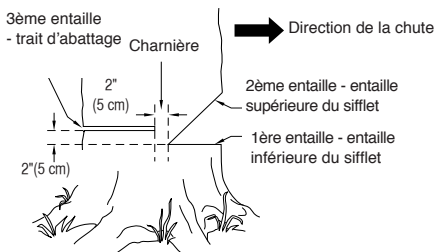

Figure 10 - Abattage d'un arbre
1. Faire l'entaille inférieure aussi près du sol que possible. Tenir la tronçonneuse de manière à ce que la guide-chaîne soit horizontale. Tailler sur 1/3 du diamètre du tronc d'arbre. (voir la Figure 10.)
Exemple : Si l'entaille inférieure a 20 cm (8 po) de profondeur, commencer l'entaille supérieure à 20 cm au-dessus de cette dernière. Scier vers le bas à un angle de 45°. L'entaille supérieure doit rencontrer l'extrémité de l'entaille inférieure. (voir la Figure 10.)
1. De l'autre côté de l'arbre, faire le trait d'abattage à 5 cm (2 po) au-dessus de l'entaille inférieure du sifflet. (voir la Figure 10.) Faire le trait parallèle à l'entaille inférieure.
⚠ AVERTISSEMENT : Ne pas scier l'arbre complètement. Laisser environ 5 cm (2 po) de bois non scié directement derrière le sifflet d'abattage. (voir la Figure 10.) Cette partie non sciée sert de charnière. La charnière empêche l'arbre de se tordre et de tomber dans la mauvaise direction.